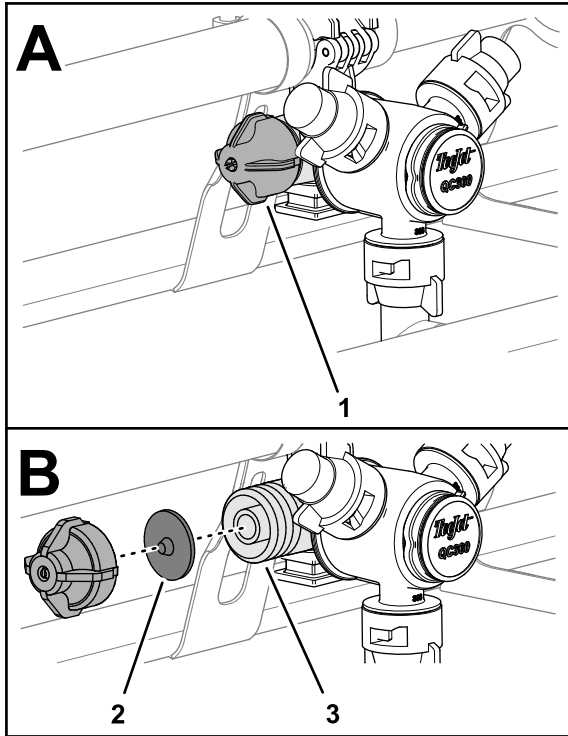

Figura 32
1. Gire a tampa do diafragma no sentido anti-horário e remova-a do corpo do bico (Figura 32).
2. Remova o diafragma da válvula de retenção da tampa ou do corpo do bico (Figura 32).
3. Limpe a tampa, o diafragma e o corpo do bico com água limpa (Figura 32).
4. Monte o diafragma na tampa com a ponta do diafragma voltada para a tampa (Figura 32).
5. Monte a tampa e o diafragma no corpo do bico e aperte-os manualmente (Figura 32).